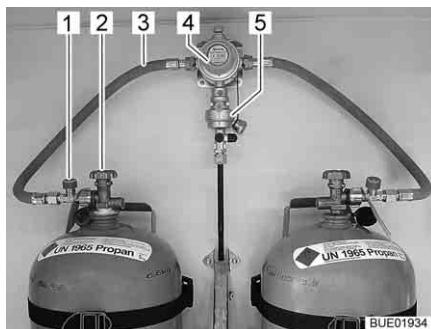
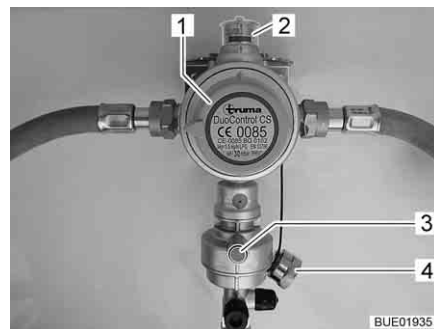
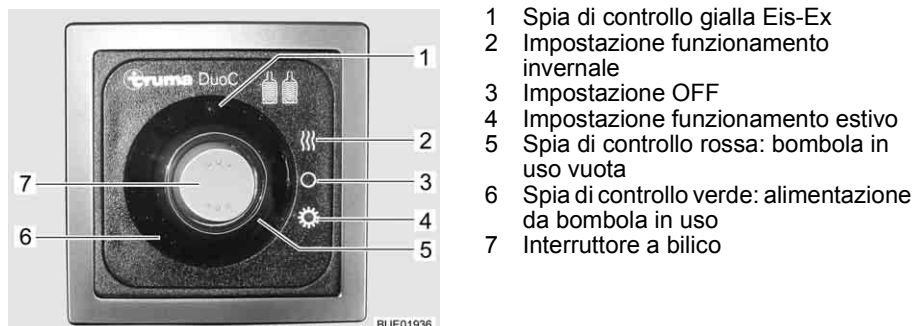

Fig. 112 Bombola del gas con DuoControl
Fig. 113 Impianto di regolazione DuoControl
Fig. 114 Centralina di controllo (DuoControl)
L'impianto di regolazione DuoControl consiste in una valvola di commutazione (Fig. 112,4) e un sensore crash (Fig. 112,5). L'impianto di regolazione DuoControl è installato tra i tubi flessibili del gas (Fig. 112,3) con un dispositivo antirottura del tubo flessibile (Fig. 112,1). Con la manopola (Fig. 113,1) sulla valvola di commutazione è possibile stabilire quale delle bombole del gas viene utilizzata come bombola in uso e quale come bombola di riserva.
Nella finestra di controllo (Fig. 113,2) viene visualizzato lo stato del rifornimento di gas:
Il funzionamento con una sola bombola del gas è consentito, ma in questi casi il collegamento aperto deve essere assolutamente chiuso con una copertura cieca (Fig. 113,4).
Il sensore crash blocca l'alimentazione del gas in caso di forti vibrazioni (es. incidente). Il sensore crash viene azionato mediante pressione del tasto reset verde (Fig. 113,3).
Il dispositivo antirottura del tubo flessibile (Fig. 112,1) blocca il flusso di gas quando il tubo flessibile collegato si rompe. Il dispositivo antirottura del tubo flessibile deve essere attivato premendo il tasto verde.
Tramite la centralina di controllo (Fig. 114) è possibile attivare e disattivare l'alimentazione del gas tramite l'impianto di regolazione DuoControl. Le valvole principali di arresto (Fig. 112,2) delle bombole del gas e i rubinetti di arresto del gas degli apparecchi devono essere aperti manualmente.
È possibile passare dal funzionamento estivo a quello invernale tramite l'interruttore a bilico (Fig. 114,7) della centralina di controllo.
Le due spie di controllo sulla centralina di controllo indicano il livello di riempimento della bombola in uso. Quando la spia di controllo verde (Fig. 114,6) è accesa, la bombola in uso è sufficientemente piena. Se è accesa la spia di controllo rossa (Fig. 114,5), la bombola in uso è vuota. Il rifornimento di gas avviene poi tramite la bombola di riserva.
- Con la manopola (Fig. 113,1) sulla valvola di commutazione selezionare la bombola del gas, da cui proviene la principale alimentazione del gas (bombola in uso). Girare la manopola fino all'arresto.
- Aprire le valvole principali di arresto (Fig. 112,2) delle bombole del gas.
- Premere il tasto verde del dispositivo antirottura del tubo flessibile (Fig. 112,1). Nella finestra di controllo (Fig. 113,2) viene visualizzato il simbolo verde.
- Sulla centralina di controllo (Fig. 114) attivare l'impianto di regolazione DuoControl. Posizionare l'interruttore a bilico (Fig. 114,7) su funzionamento invernale (Fig. 114,2) oppure su funzionamento estivo (Fig. 114,4). La spia di controllo gialla Eis-Ex (Fig. 114,1) si accende quando si seleziona il funzionamento invernale.
- Portare l'interruttore a bilico (Fig. 114,7) nella posizione OFF (Fig. 114,3). Le spie di controllo si spengono.
- Chiudere le valvole principali di arresto (Fig. 112,2) delle bombole del gas.
Se la spia di controllo verde (Fig. 114,6) si spegne durante il funzionamento e la spia di controllo rossa (Fig. 114,5) si accende, significa che la bombola in uso è vuota e deve essere sostituita. Nella finestra di controllo (Fig. 113,2) viene visualizzato il simbolo rosso. La bombola di riserva continua ad alimentare le utenze a gas.
- Ruotare di mezzo giro la manopola (Fig. 113,1) in direzione della bombola del gas utilizzata. In questo modo questa bombola del gas ora è la bombola in uso, mentre la bombola del gas vuota diventa la bombola di riserva. Il simbolo nella finestra di controllo (Fig. 113,2) passa da rosso a verde.
- Chiudere la valvola principale di arresto (Fig. 112,2) della bombola del gas vuota. Osservare la direzione della freccia.
- Premere il tasto verde del dispositivo antirottura del tubo flessibile (Fig. 112,1).